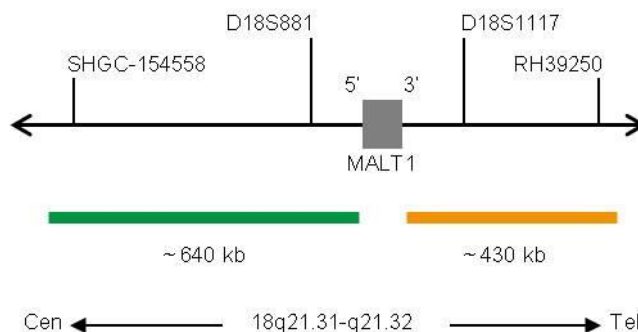

Abb. 1: SPEC MALT1 Sondenlokalisierung (nicht maßstabsgetreu)
- ZyGreen (Anregung 503 nm/Emission 528 nm) markierten Polynukleotiden (~10 ng/ μ l), die gegen Sequenzen in 18q21.31-q21.32* (chr18:55,690,725-56,330,582) gerichtet sind, welche proximal zur MALT1-Bruchpunktregion lokalisiert sind (siehe Abb. 1).
- ZyOrange (Anregung 547 nm/Emission 572 nm) markierten Polynukleotiden (~4,5 ng/ μ l), die gegen Sequenzen in 18q21.32* (chr18:56,427,386-56,859,755) gerichtet sind, welche distal zur MALT1-Bruchpunktregion lokalisiert sind (siehe Abb. 1).